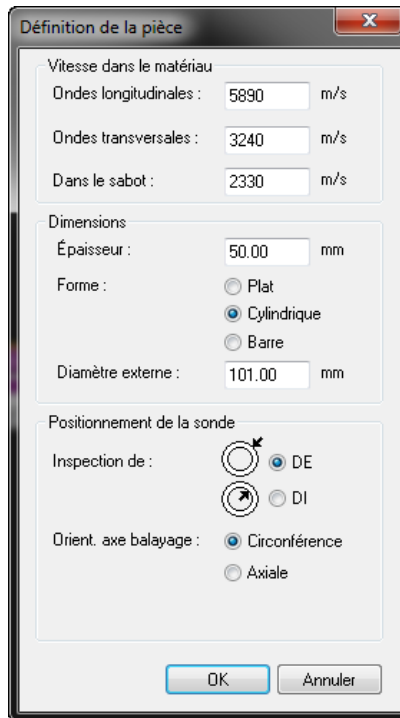

Figure 4-14 Boîte de dialogue Définition de la pièce
4. Dans la boîte de dialogue **Définition de la pièce** (voir la Figure 4-14 à la page 251) :